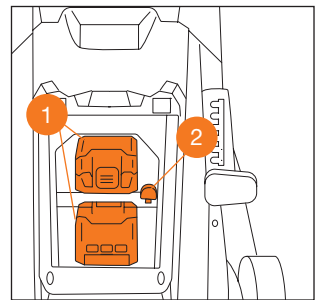

Рис. 12
2. Вставьте аккумуляторы в разъемы газонокосилки **1** (Рис. 12). Убедитесь в правильном расположении аккумулятора и соединении контактов.
3. Установите ключ безопасности **2** (Рис. 12).